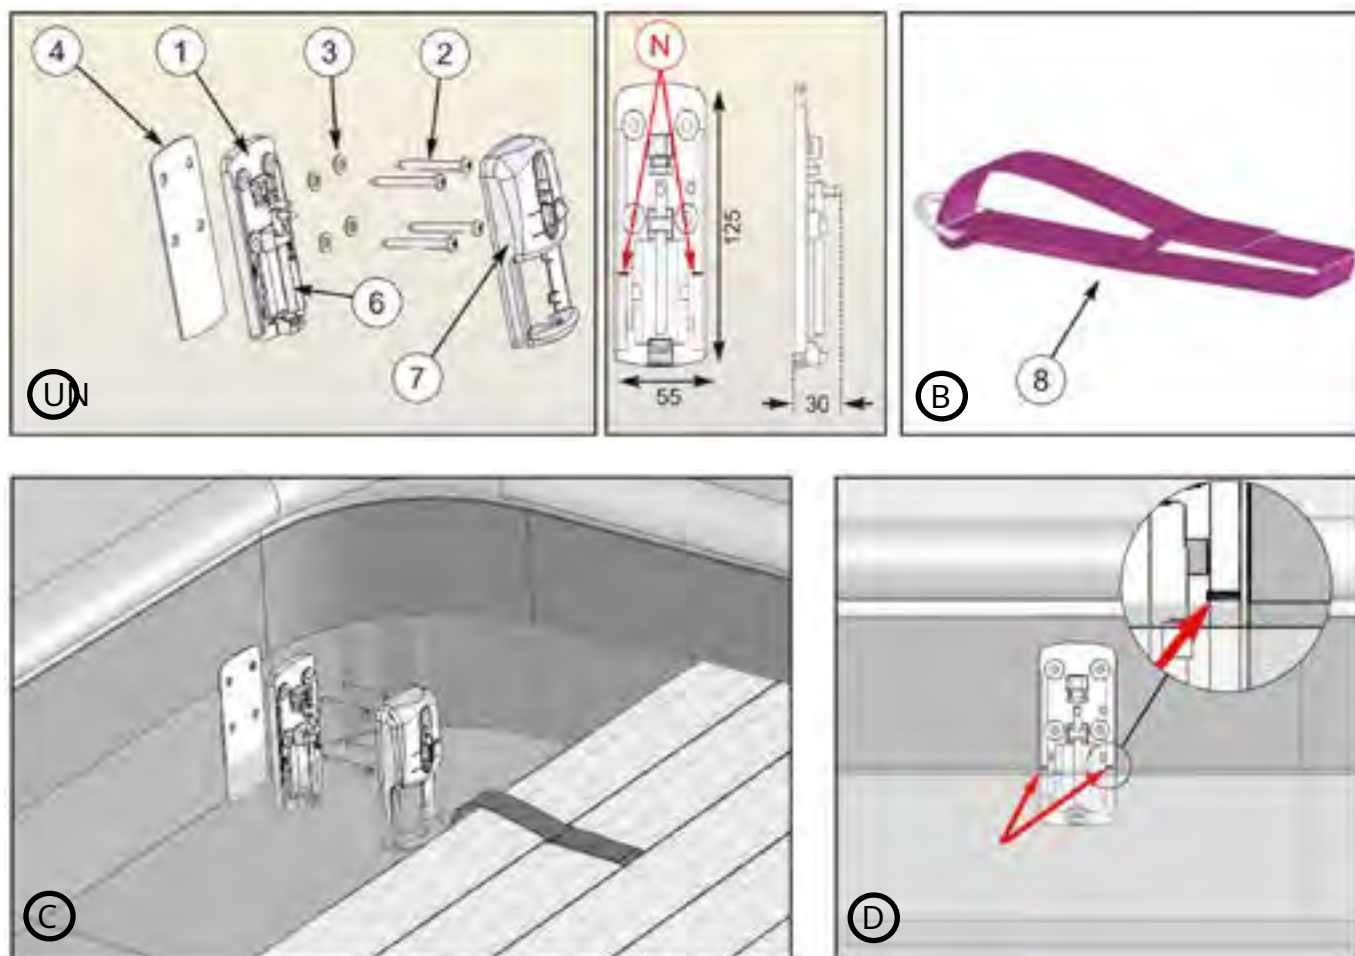

Figura 47 – Montaggio degli elementi di fissaggio del coperchio
L'installazione dei dispositivi di fissaggio di sicurezza è illustrata in *Figura 47*.
Le cinghie di sicurezza (8) sono preinstallate sulle prime due stecche del tapparella di copertura. Utilizzare le staffe di montaggio (1) come dima di foratura e preforare la parete nei punti in cui verranno montati i dispositivi di fissaggio di sicurezza del coperchio, ovvero la parete opposta all'asse, esattamente di fronte alle cinghie di sicurezza. Posizionare le staffe di montaggio in modo che i segni N siano al livello dell'acqua (*figura 47*). Fissare le staffe di montaggio (1) alla parete utilizzando viti a testa tonda Phillips 5.5 × 50 (2) dotate di rondelle di diametro 6 mm (3), dopo aver inserito la guarnizione (4) tra la staffa di montaggio (1) e il liner. Agganciare la cornice decorativa (7) alla staffa di montaggio (1) premendo con forza e accertandosi che la barra in acciaio inox (6) sia abbassata. Assicurati che il rivestimento sia fissato completamente.